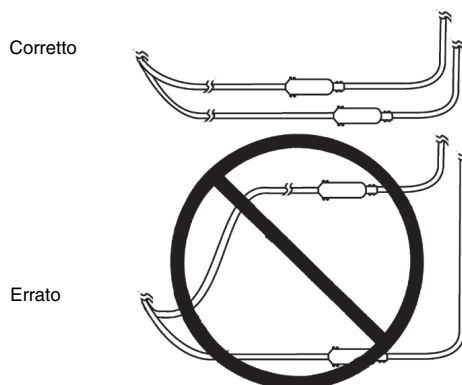

Figura 3. Posizionamento di due collegamenti elettrocatteteri-estensione (o due elettrocatteteri).
- Se vengono impiantati due elettrocatteteri, posizionare i collegamenti elettrocattetero-estensione in modo che la distanza tra i due sia minima (Figura 3). Se l'elettrocattetero e l'estensione vengono instradati in un anello e il paziente viene esposto a alcune fonti di interferenza elettromagnetica (es.: dispositivi antifurto), il paziente può percepire un momentaneo aumento della stimolazione, che alcuni pazienti hanno descritto come una stimolazione spiacevole (sensazione di sobbalzo o di shock).